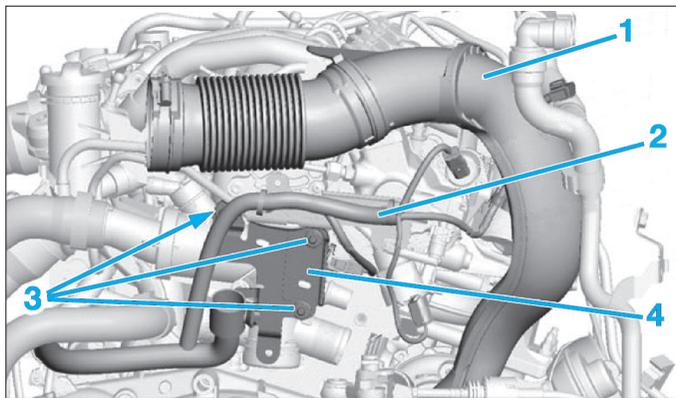
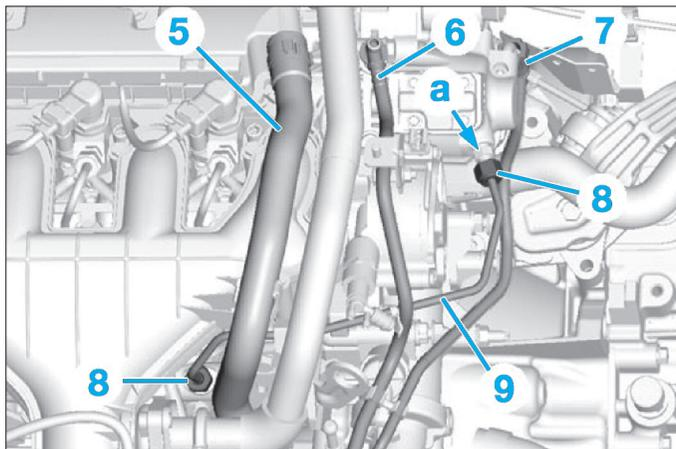

Fig. 27
Fig. 28
- Déposer la conduite d'air (1) (Fig.27).
- Débrancher les différents connecteurs du faisceau électrique (2) puis mettre ce dernier de côté.
- Déposer les fixations (3) puis la plaque (4).
- Mettre de côté (Fig.28) :
- le tuyau de réaspiration des vapeurs d'huile (5),
- le tuyau d'arrivée de carburant (6) sur la pompe haute pression,
- le tuyau retour de carburant (7) sur la pompe haute pression.
- Desserrer les raccords (8) de la conduite haute pression (9).